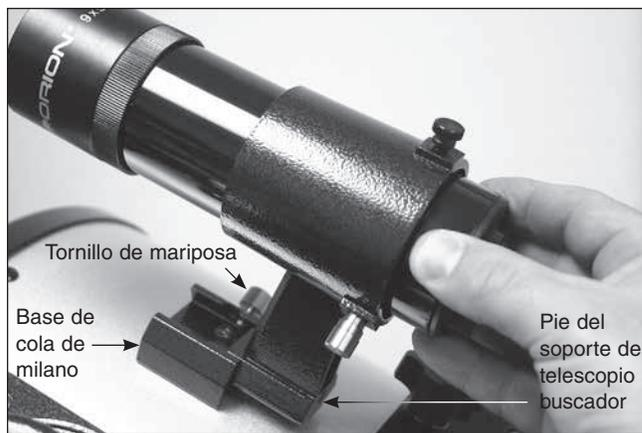

Figura 32. El pie del soporte del telescopio buscador se coloca en la base de cola de milano y se sujeta con el tornillo de mariposa.
5. Inserte la base del soporte del telescopio buscador en el soporte de cola de milano situado junto al enfocador del telescopio (**figura 32**). Bloquee el soporte en su sitio apretando el tornillo de mariposa del soporte de cola de milano.